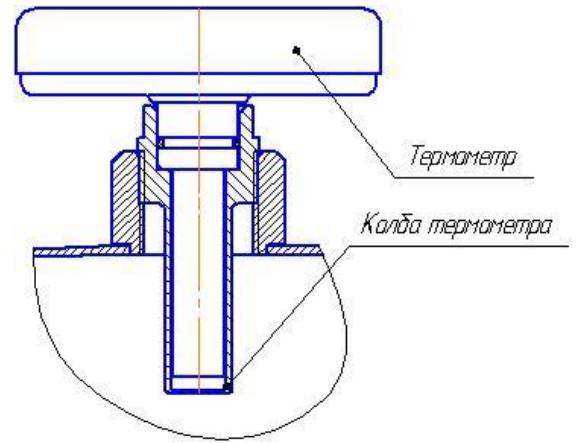

Рис. 3. Термометр
5.10. Вытащив термометр из колбы (рис.3), накапать 6-8 капель машинного масла и установить термометр на место.